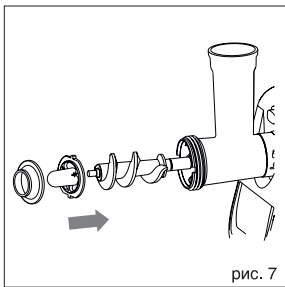

рис. 7
- Запрещается проталкивать продукты какими-либо посторонними предметами или пальцами рук, пользуйтесь только толкателем (1), который входит в комплект поставки.
- Во время использования насадок «кеббе» (17, 18) не устанавливайте решетки (13, 14) и нож (12) (рис. 7).
- Во избежание образования заторов не прикладывайте чрезмерных усилий, проталкивая мясо, толкателем (1).